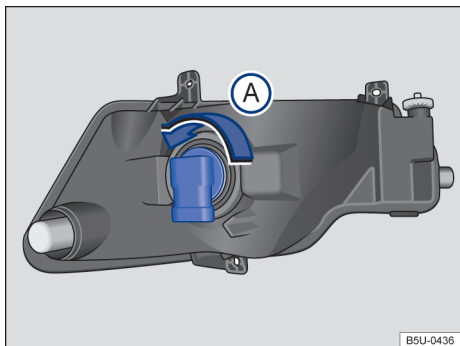

Fig. 113 Atrás do para-choque dianteiro: acesso à lâmpada incandescente do farol de neblina.
3. Girar o soquete da lâmpada → Fig. 113, no sentido anti-horário da seta (A), e desencaixá-lo do alojamento.